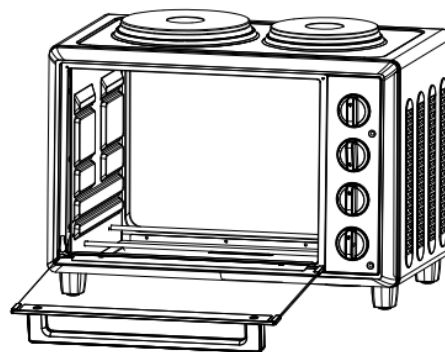

Fig. 11
8. Dacă frigeți la grătar sau prăjiți, lăsați ușa cuptorului întredeschisă (Fig. 11).